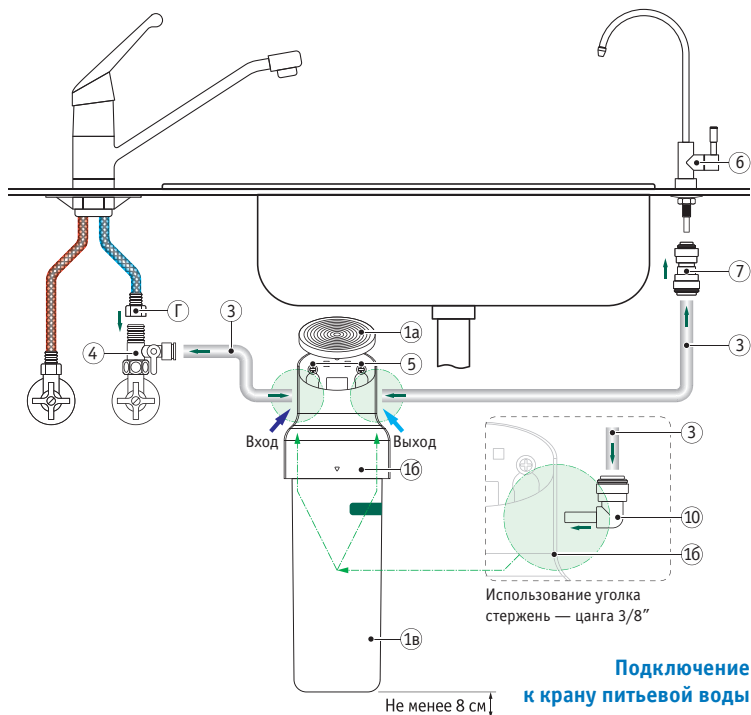
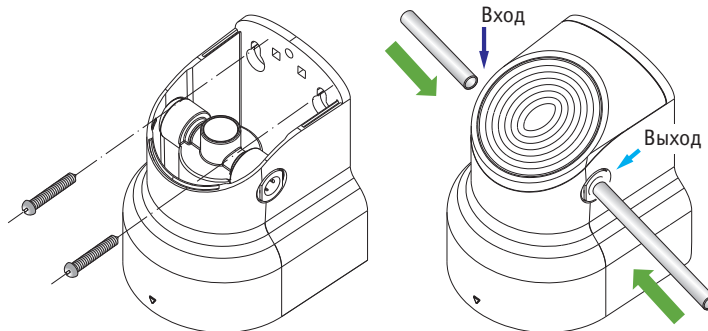

Рис. 3. Схема монтажа с краном питьевой воды (артикулы 0001001, 0001701 и 0001021)
Рис. 8. Монтаж держателя картриджа
№№	Наименование (см. Рис. 3)
- нижняя часть картриджа (см. Рис. 3 ... Рис. 5, поз. 1в) должна располагаться на расстоянии не менее 8 сантиметров от пола.
Аккуратно подденьте и снимите крышку держателя (см. Рис. 3 ... Рис. 5, поз. 1в). Отметьте места под два отверстия для саморезов, используя держатель картриджа (см. Рис. 8). В указанных местах просверлите отверстия сверлом диаметром 3 мм. Ввинтите саморезы в подготовленные отверстия (не до конца). Наденьте держатель и подтяните саморезы. Поставьте на место крышку держателя.
Отмерьте и отрежьте острым ножом две трубки нужной длины, ориентируясь на Рис. 3 ... Рис. 5. Вставьте концы трубок до упора в цанги, расположенные в левой и правой части держателя (см. Рис. 8).
При необходимости используйте уголок стержень-цанга 3/8" (см. Рис. 3 ... Рис. 5) на входе в фильтр или на его выходе для уменьшения радиуса изгиба трубки.
Откройте кран на кране-врезке на линии холодной воды (поз. 4 на Рис. 3 и на Рис. 5). Проверьте все соединения на предмет утечек в течение нескольких минут.